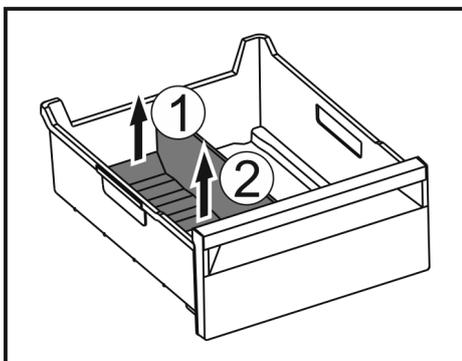

Fig. 147
- ▶ Ridicați partea posterioară a separatorului pentru compartimentul de gheață. Fig. 147 (1)
- ▶ Scoateți separatorul pentru compartimentul de gheață în sus. Fig. 147 (2)